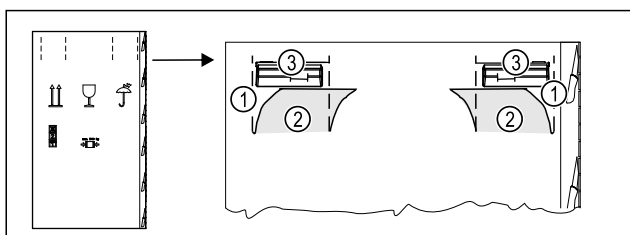

Fig. 5
- ▶ Vtlačte obalový karton nahoře na perforaci Fig. 5 (1).
- ▶ Vytáhněte vtlačené spojky Fig. 5 (2).
- ▶ Pravá a levá rukojeť Fig. 5 (3) je viditelná.
- ▶ Držte spotřebič za rukojeti Fig. 5 (3).